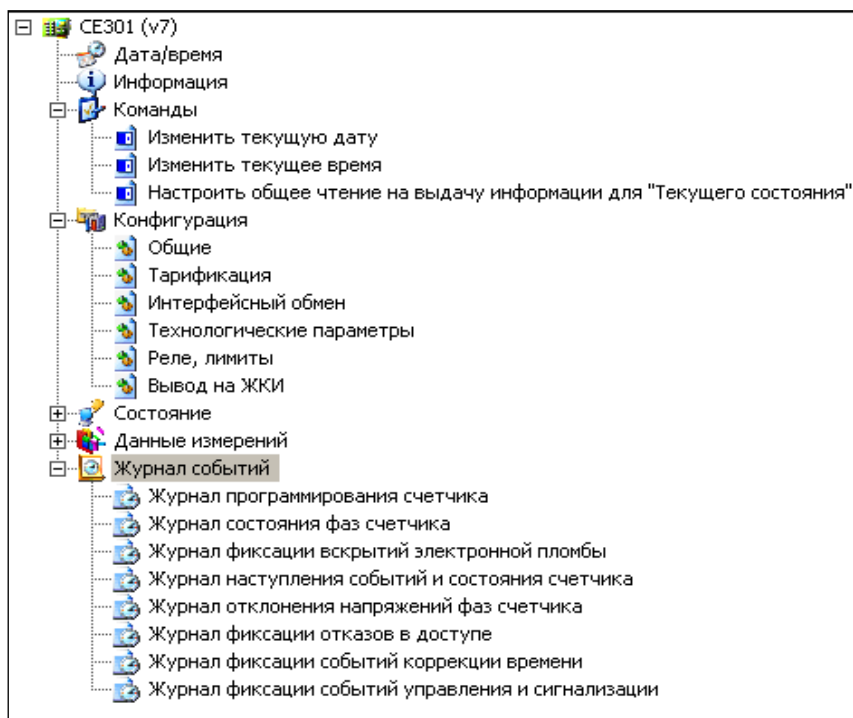

Рисунок 7.28 – Журналы счетчика
7.2.15.4 Журналы и их счетчики-указатели (см. 0) доступны для просмотра по интерфейсу в ПО AdminTools (рисунок 7.28).